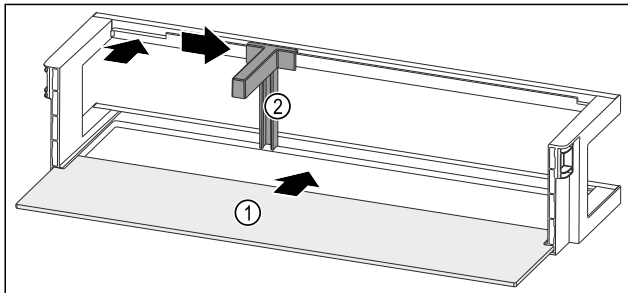

Fig. 252 Türabsteller mit Abstellfläche
- ▶ Abstellfläche Fig. 252 (1) in die seitlichen Aussparungen einschieben.
- ▶ Flaschenhalter Fig. 252 (2) in die Aussparung einsetzen.
- ▶ Flaschenhalter Fig. 252 (2) in gewünschte Position zur Seite schieben.